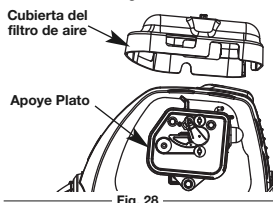

Fig. 28
2. Retire el filtro de aire (Fig. 28).
5. Vuelva a instalar la tapa del filtro de aire. Coloque los ganchos en la cubierta del filtro de aire hasta la parte superior de la placa posterior y baje la cubierta del filtro de aire, de manera que el tornillo del filtro de aire quede alineado con el orificio del tornillo de la placa posterior (Fig. 28).